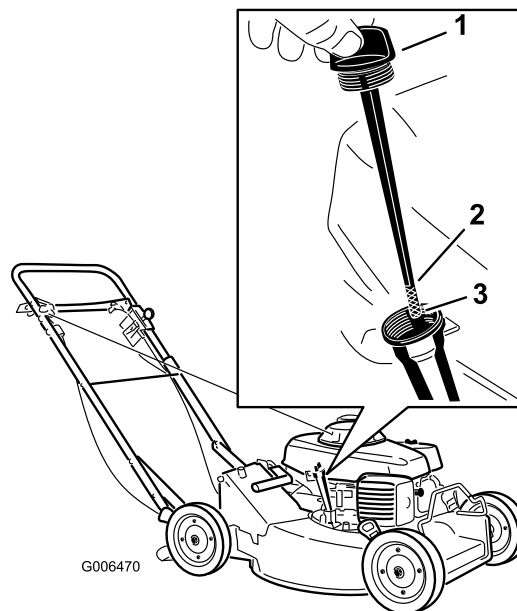

Figura 7
Antes de cada uso, compruebe que el nivel de aceite está entre las marcas inferior y superior de la varilla (Figura 7).
2. Limpie alrededor de la varilla (Figura 7).